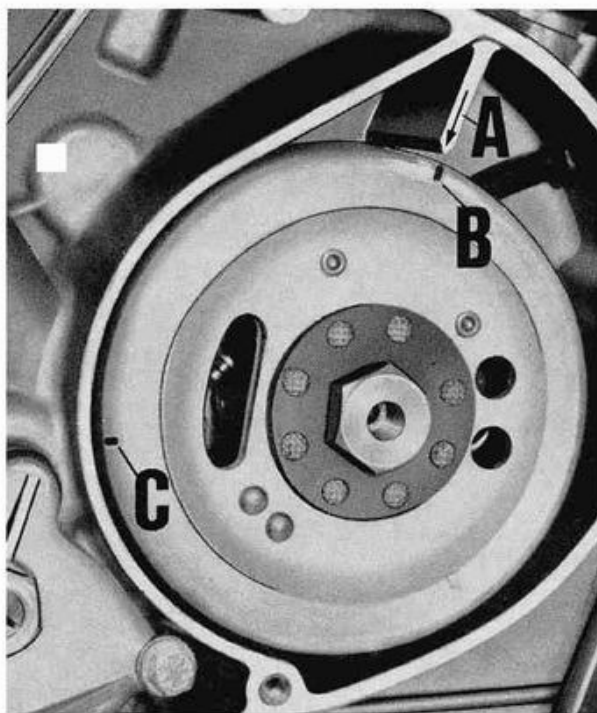
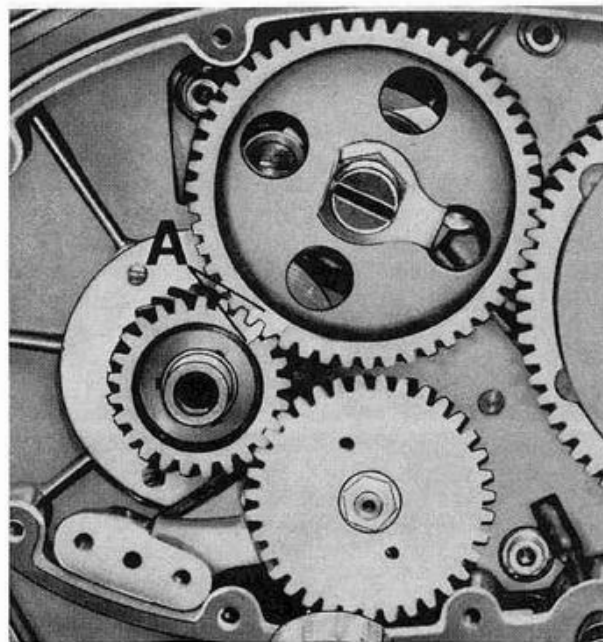

Fig. 54
Fig. 55
- ruotare il volano magnetico quel tanto da portare la freccia (A) stampigliata sulla periferia del volano in corrispondenza della freccia (B) stampigliata sul basamento motore (vedere fig. 54). Il motore con i segni (A e B) in corrispondenza si trova a punto molto superiore (P.M.S.) con valvole chiuse e precisamente a fine fase di compressione;
- tracciare sulla periferia del volano il segno (C). Questo segno si trova partendo dalla freccia (A) in senso antiorario di mm $120 \div 122$;
- ruotare di nuovo il volano in senso orario quel tanto da portare il segno (C) in corrispondenza della freccia sul basamento motore (A); a questo punto la valvola di scarico deve dare inizio all'apertura. Messa così a punto lo scarico anche l'aspirazione si trova in fase.
A questo punto (accertandosi che l'ingranaggio della distribuzione non ruoti in nessun senso), montare il pignone inserendo in una delle tre cave la chiavella montata sull'albero motore e segnare provvisoriamente i tre denti incastrati (vedere fig. 55) indi controllare la fase distribuzione; se con i segni sul volano "C e A" di fig. 54 in corrispondenza, i due denti dell'ingranaggio della distribuzione non fossero incastrati perfettamente sul dente del pignone motore (vedere fig. 55) occorrerà levare il pignone motore ed agire sulle altre due cave del pignone fino ad ottenere la perfetta fasatura, indi segnare i due denti dell'ingranaggio della distribuzione e il dente del pignone motore.